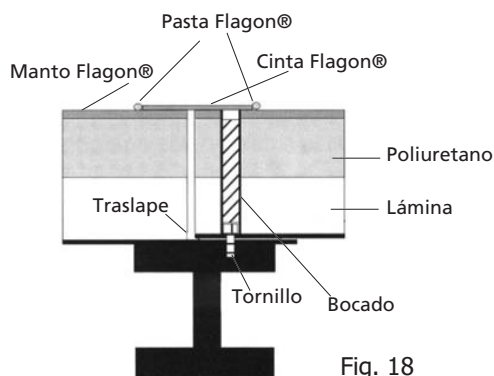

Fig. 18
7. Efectuada la soldadura, es necesario verificarla con una punta metálica y acabar o pulir utilizando pasta Flagon (fig. 18).